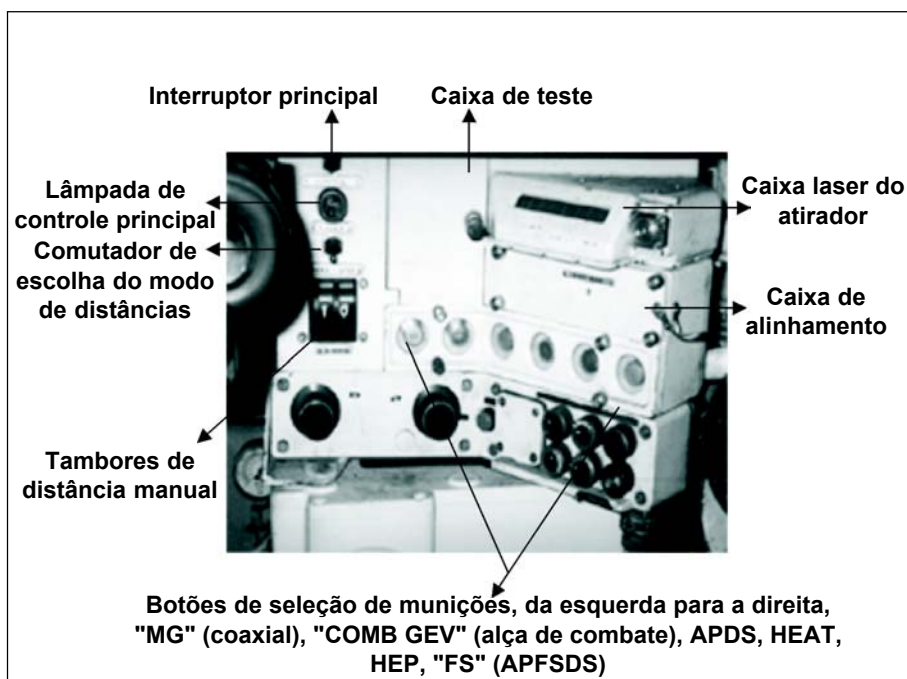

Fig 7-11. Caixa de comando do SACT
i) caixa de teste (Fig 7-11) - Esta caixa contém: três lâmpadas verdes, um contador de emissões laser e um interruptor de teste. Ela permite a realização do autoteste do SACT, operação na qual pode-se constatar defeito no calculador, no visor laser e no telêmetro laser;
k) a caixa laser do atirador (Fig 7-11) - Localizada acima e à direita da caixa de comando do SACT, tem por finalidade colocar em funcionamento o laser, bem como permitir a leitura das distâncias medidas. Por intermédio de uma chave laser, pode-se restringir o uso do laser quando as condições de segurança não são atingidas. A janela de distâncias pode afixar uma ou duas distâncias (entre 400 e 9.995 m). Após a colocação da chave laser na fechadura apropriada, é necessário realizar um giro para a direita para que o laser possa funcionar.